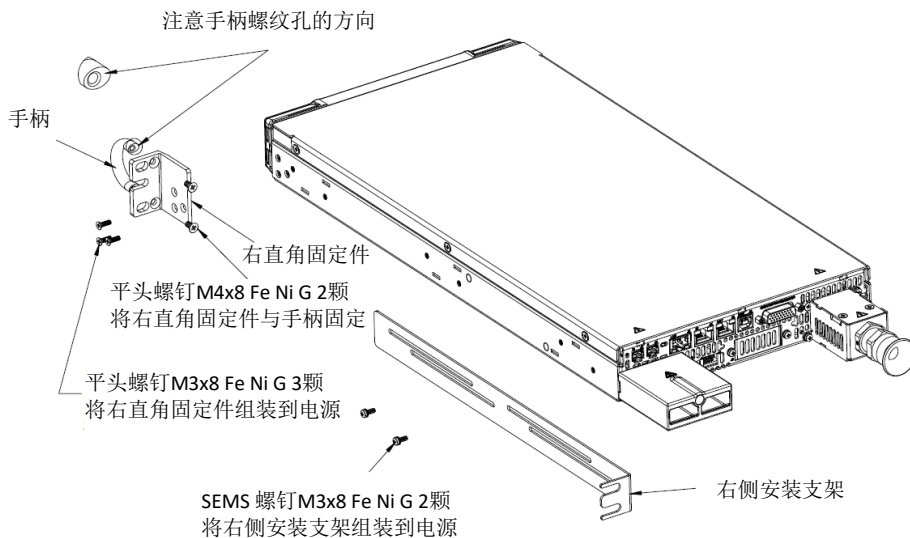

图 4-3: 右侧直角固定件和固定支架组装到电源
2. 将手柄组装到右侧直角固定件，然后将直角固定件组装到电源，如图 4-3 所示。
3. 将右侧固定支架组装到电源上，如图 4-3 所示。调整固定支架的位置以适合机柜的深度。